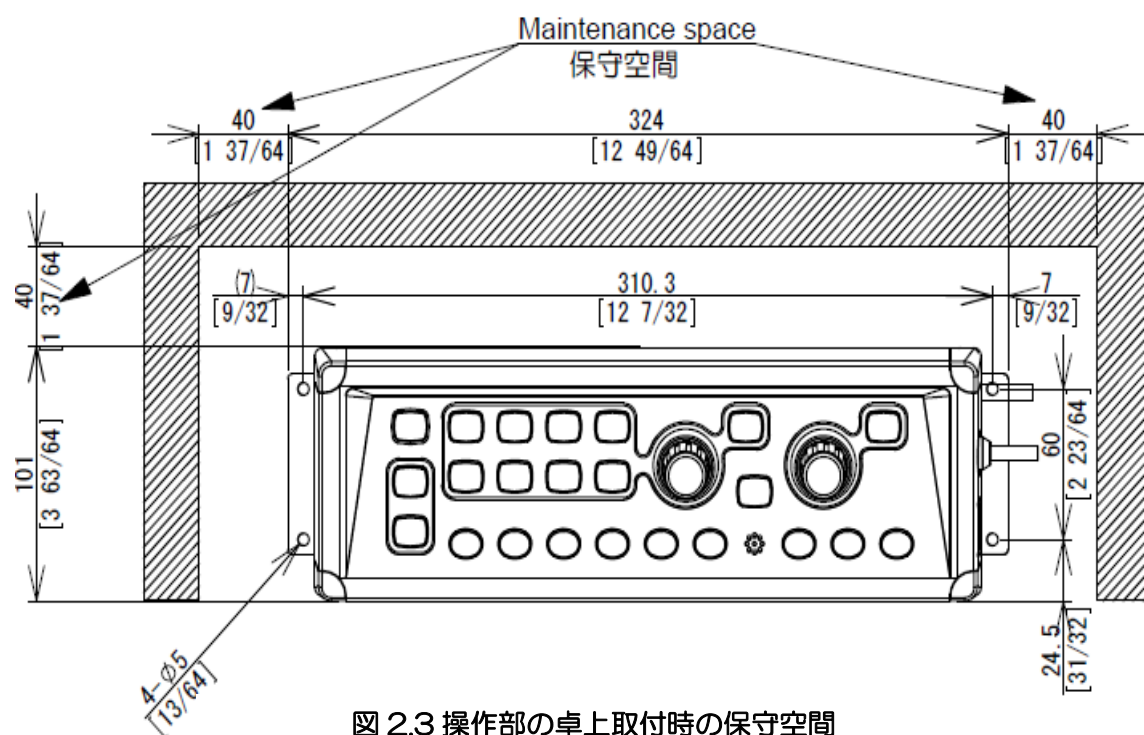

図 2.3 操作部の卓上取付時の保守空間
- (1) 保守空間を設けて、操作部を取り付ける位置を決定してください（図 2.3 参照）
- (2) 設置場所に取り付け位置のマーキングをします。
- (3) 操作部枠の四隅にあるプラスチック製のコーナーキャップを外します。